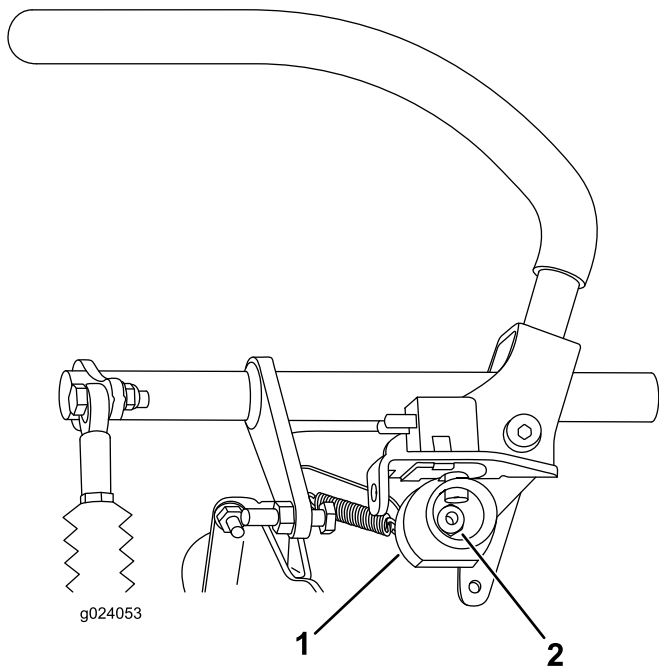

Figura 78
7. Afloje la tuerca que sujeta la leva (Figura 78).